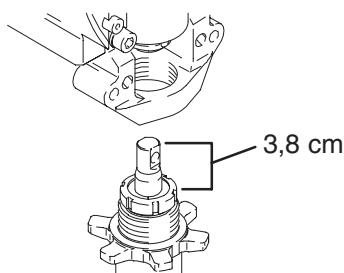

Abb. 11
1. Abb. 11. Kolbenstange 38 mm herausziehen. In Pumpe eindrehen, bis die Löcher im Lagerquergestänge und in der Kolbenstange aneinander ausgerichtet sind.